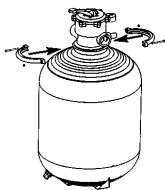

FIG. 10
8. Fissate la valvola alla boccia utilizzando la flangia Fig. 10 (utilizzate un cacciavite per serrare le viti).